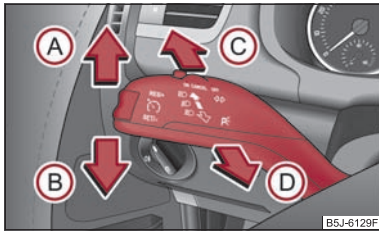

Abb. 39 Der Blinklicht- und Fernlichthebel
- Drücken Sie den Hebel nach oben **(A)** bzw. nach unten **(B)** → Abb. 39.